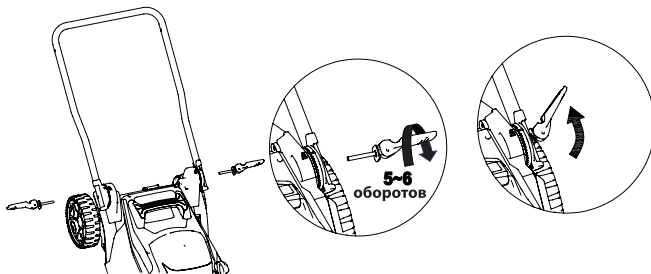

**Рис. 3 Установка кронштейна крепления удлинителя**
2. Наденьте на нижнюю часть рабочей рукоятки кронштейн крепления удлинителя (Рис. 3).